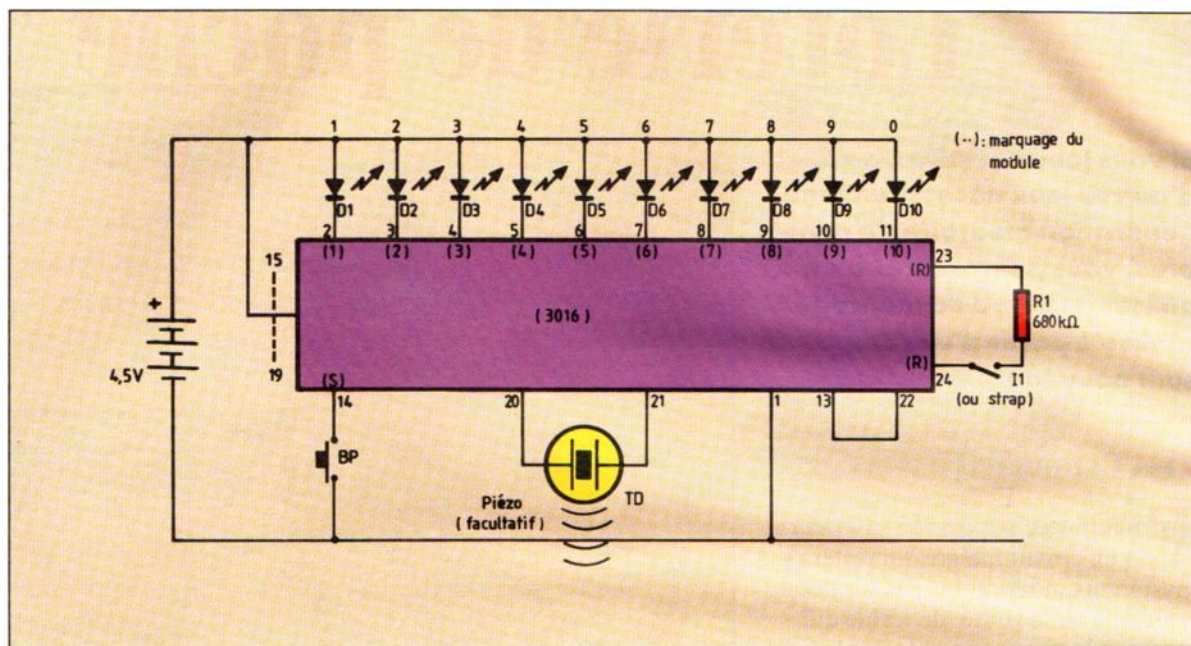

Fig. 1
■ Fig. 1. – Schéma de notre montage.